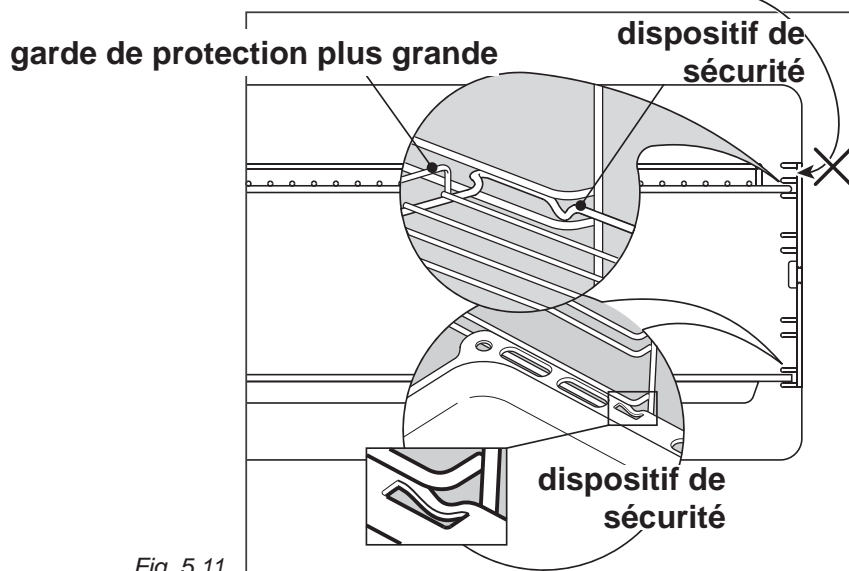

Fig. 5.11
- Faire glisser sur les guides la grille (fig. 5.11); mettre la grille de façon que le barrage de protection (le plus grand) soit tourné vers l'intérieur du four.